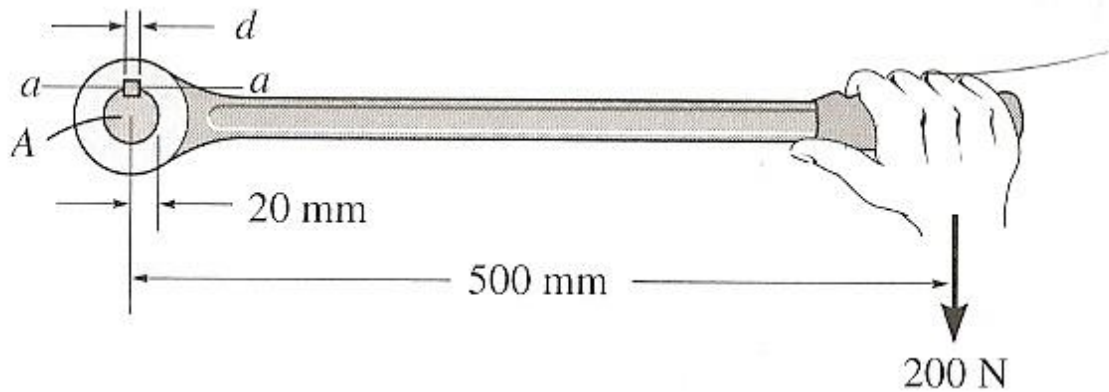

Figura 2.10
2.2.4 Considere a seguinte chaveta 3 x 6 mm ($d \times a$) de seção sujeita ao esforço indicado na Figura 2.10. A sua tensão de corte admissível é de 53 MPa. Determine qual será o comprimento mínimo para a chaveta.